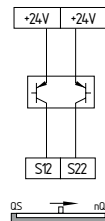

Fig. 11
**Commande à 2 canaux d'un protecteur électronique (basé microprocesseur) relatif à la sécurité avec des sorties à transistor à commutation p (p.ex. AOPD's) selon IEC 61496 (Fig. 11)**